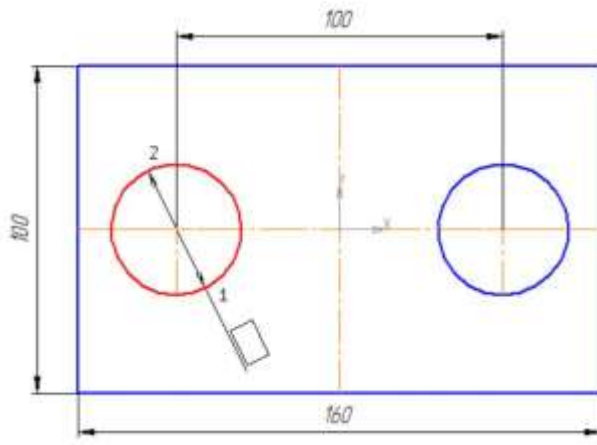

Рис. 4.15
- Выберите команду  – **Диаметральный размер** и укажите курсором мыши базовую окружность или дугу (рис. 4.15).